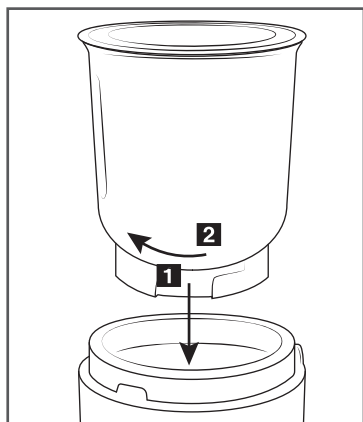

Abb. 1
- 3) Befüllen Sie den gewählten Behälter ③/④ mit den zu verarbeitenden Lebensmitteln. Beachten Sie dabei die MAX- und die MIN-Markierungen.
- 4) Setzen Sie den Deckel ② auf den Behälter ③/④ und drücken Sie diesen herunter, so dass er festsitzt. Der Deckel ② verhindert das Herausschleudern der Lebensmittel während der Verarbeitung.
- 5) Setzen Sie den Behälter ③/④ in den Motorblock ⑤: Achten Sie darauf, dass die Arretierungen im Inneren des Motorblocks ⑤ in die Aussparungen am Sockel des Behälters ③/④ gleiten (siehe Abb.1/①).
- 6) Drehen Sie den Behälter ③/④, so dass die Arretierungen im Inneren des Motorblocks ⑤ weiter in die Schiene rutschen (Richtung ①) und der Behälter ③/④ arretiert wird (siehe Abb.1/②).
- 8) Setzen Sie die Sicherheitshaube ① auf den Motorblock ⑤.
- 9) Das Gerät ist mit einem Impulsschalter ausgestattet: Drücken Sie die Sicherheitshaube ① nach unten, um das Gerät zu starten.
① Hinweis
① ACHTUNG!
- 10) Um das Gerät zu stoppen, lassen Sie die Sicherheitshaube ① los.
- 12) Nehmen Sie die Sicherheitshaube ① ab.